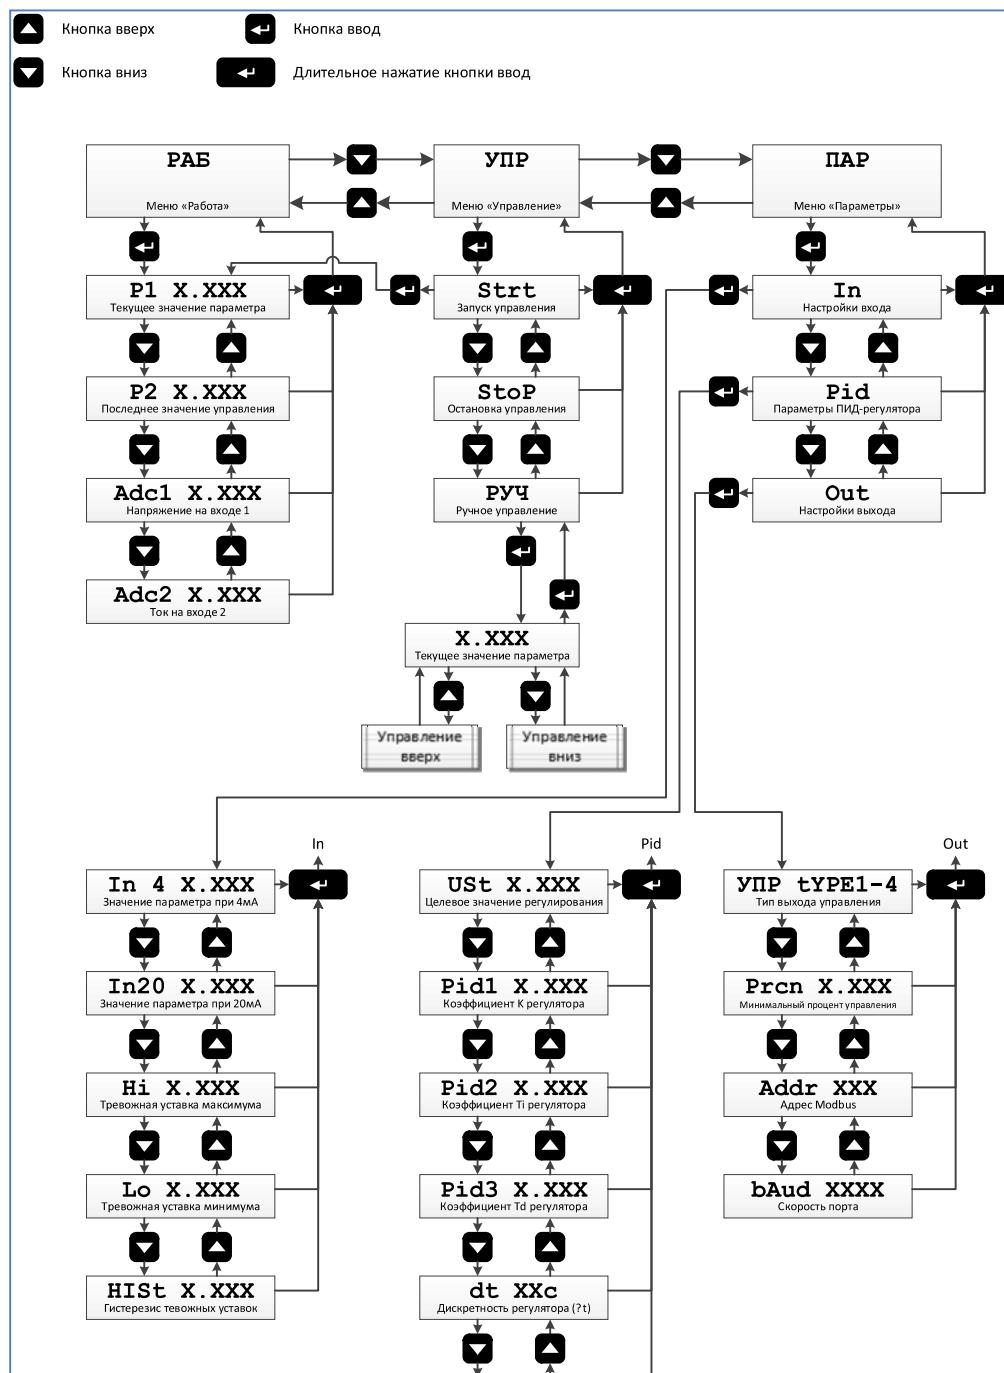

Рис. 5. Схема меню регулятора ПРОМА-РТИ-303
- 2.4.1 Схема навигации по меню прибора изображена на рисунке ( Рис. 5). Верхний уровень меню состоит из пунктов: